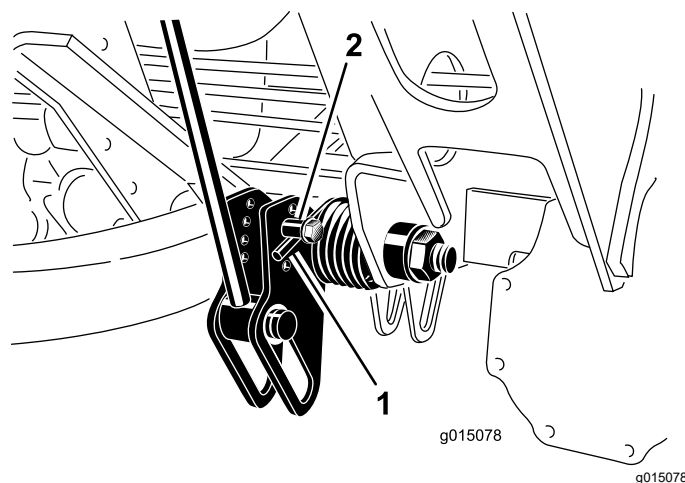

Figura 59
2. Insira um tubo ou objeto semelhante na extremidade longa da mola para aliviar a tensão durante o ajuste (Figura 59).
3. Enquanto alivia a tensão da mola, retire o parafuso e a porca de bloqueio que prendem o atuador de mola ao suporte (Figura 59).